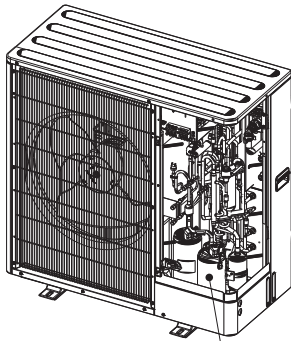

Fig. 8-1
Hvis enheden er en PUZ-WZ80VAA, er der to kompressorer, og følgende procedurer skal kun udføres på den kompressor, der vises i Fig. 8-1.
3. Når ledningerne er tilsluttet til kompressoren igen, vil kompressoren begynde at varme op, efter at strømmen er tilsluttet. Efter at have tilført strøm i de tider, der angivet nedenfor, måles isoleringsmodstanden igen. Hvis enheden er en PUZ-WZ80VAA, er det kun den kompressor, der vises i Fig. 8-1, som varmes op.